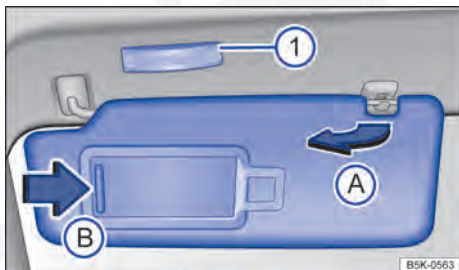

Fig. 111 No revestimento do teto dianteiro: para-sol.
- Retirar do suporte e virar na direção das portas → Fig. 111 (A).